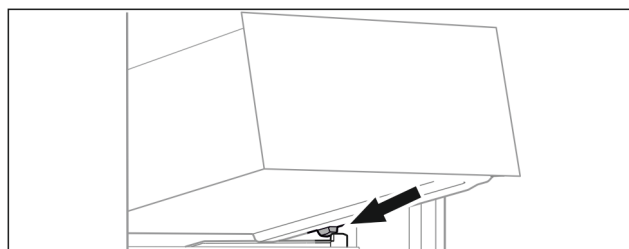

Fig. 64
- ▶ Założyć szufladę pod skosem za stoperami na żebro pojemnika. (patrz Fig. 64)